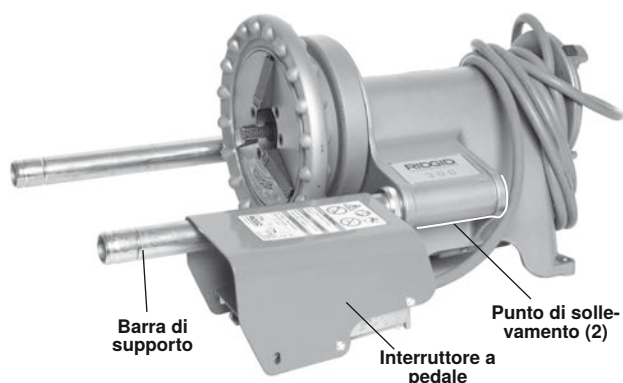

Figura 26 – Macchina da sola approntata per il trasporto
1. Avvolgere il cordone di alimentazione e infilare il coperchio dell'interruttore a pedale su una barra di supporto, come mostrato in *Figura 26*.